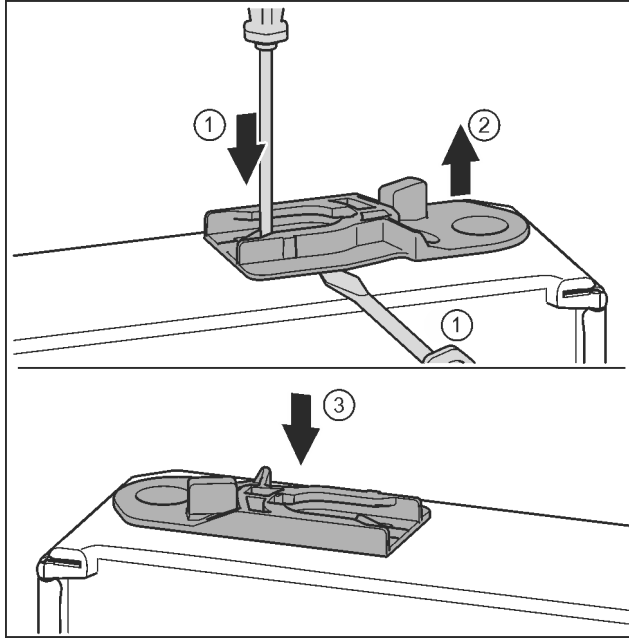

Fig. 32
- ▶ 拉出导向轴套：用带槽螺丝刀按住接片的同时将带槽螺丝刀移动到导向轴套下方。 Fig. 32 (1, 2)
- ▶ 将供货时附带的导向轴套插入外壳的另一侧。 Fig. 32 (3)